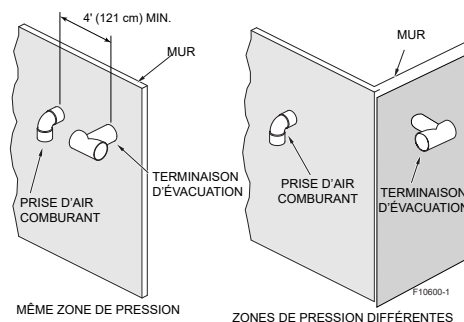

Figure 45. Emplacement apport d'air
Cette chaudière est équipée d'un ventilateur intégré qui évacue les gaz de combustion à l'extérieur du bâtiment. L'air comburant peut être tiré de l'intérieur de la pièce ou de l'extérieur du bâtiment et le conduit d'évacuation est acheminé à l'extérieur à travers le mur. La salle mécanique doit fournir un apport d'air comburant et de ventilation adéquat, conformément aux NFPA (É.-U.) ou au code B149.1 (Canada). Afin d'éviter le recyclage des gaz de combustion, la position de la terminaison d'évacuation par rapport à la terminaison d'apport d'air doit respecter certaines exigences, voir **Figure 45**. Dans un système à ventilation directe (DV), le conduit d'apport d'air doit être entièrement étanche.